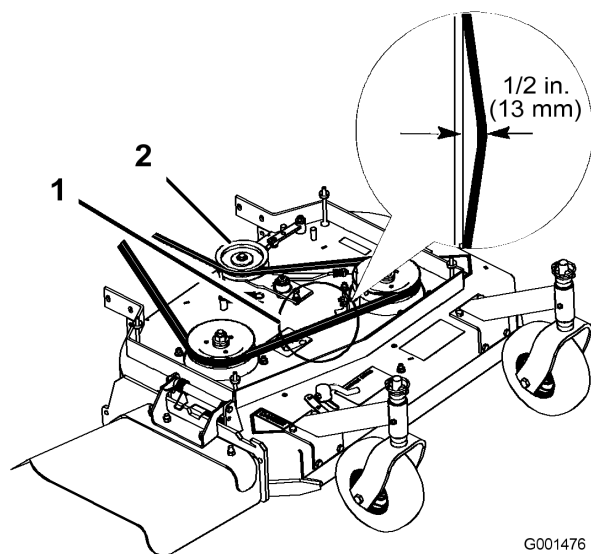

Figure 34
4. Retirez la poulie de tension et la courroie usagée (Figure 34).
Remarque: La tension correcte de la courroie du plateau de coupe est de 44-67 N (10-15 lb-pi) avec une flèche de 13 mm (1/2") à mi-chemin entre les poulies (Figure 34).